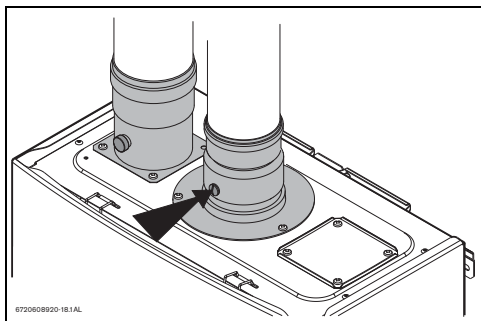

Fig. 38 Punto de medición
- ▶ Retirar el tornillo del accesorio de evacuación, consultar la Fig. 38.